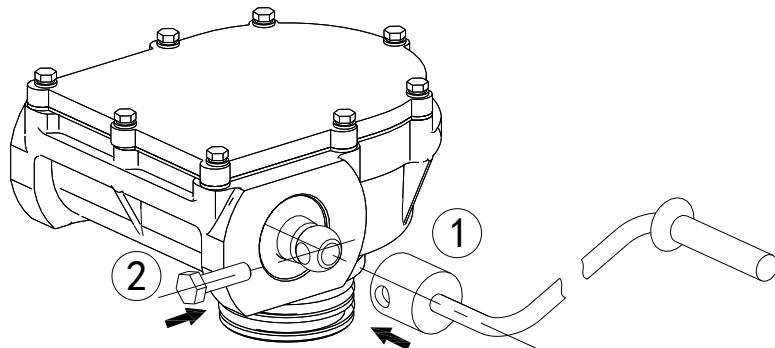

图 6-2 扁齿轮盒转动示意（不提供工具）
1. 转动开关扁齿轮盒的驱动轴，可以使用内径为 25mm 的短管（一个直径 12mm 的螺栓拧入管内），再配上手轮或手摇把。（图 6-2）